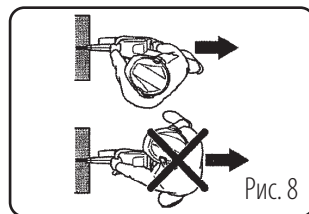

Рис. 8
- При возникновении обратного удара резчик будет двигаться в плоскости диска (см. рис. 8).